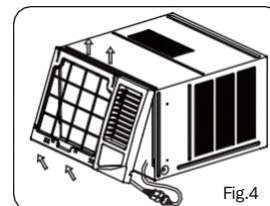

Fig.4
- Tenez le côté inférieur gauche du cadre, soulevez-le pour déverrouiller le côté inférieur, retirez-le vers vous (voir Fig. 4).